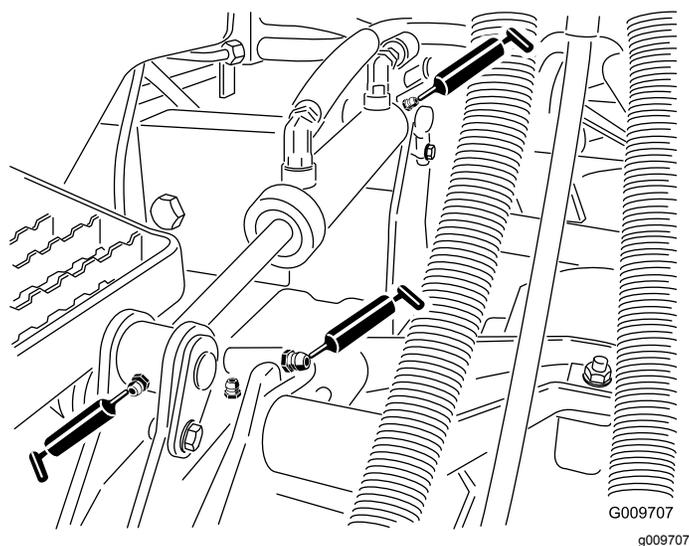

Рисунок 78
- Втулки подъемных рычагов (по 1 шт. на режущий блок), как показано на Рисунок 78.
- Втулки подъемных цилиндров (по 2 шт. на режущий блок), как показано на Рисунок 78.